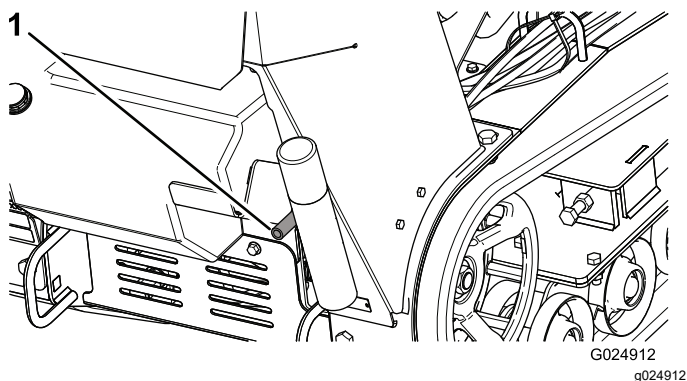

Figure 33
5. Placez un bac sous le flexible de vidange. Tournez le robinet de vidange pour permettre à l'huile de s'écouler (Figure 32 et Figure 33).